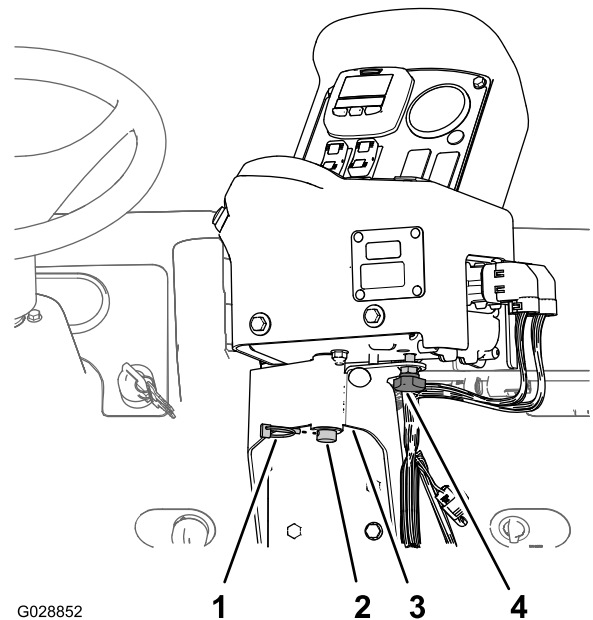

Figure 18
2. Fixez la console de commande au support du boîtier de commande au moyen de la goupille fendue retirée précédemment (Figure 18).
- Montez et serrez la molette de serrage pour empêcher la console de tourner durant cette opération (Figure 18).